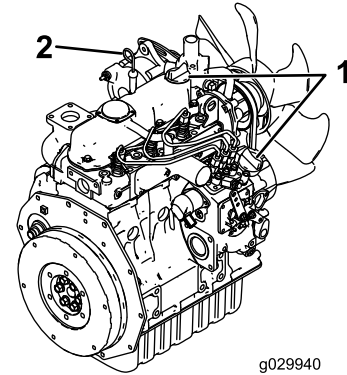

Figura 25
4. Pulite la zona circostante l'asta di livello dell'olio e il tappo di riempimento (Figura 25).